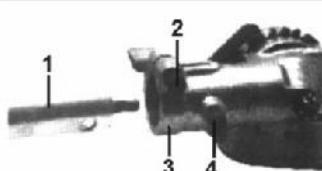

Fig.HT15
2. Lubrique la caja de engranajes Para ello, primero extraiga la caja de engranajes del tubo exterior superior (véase la Fig.HT15):